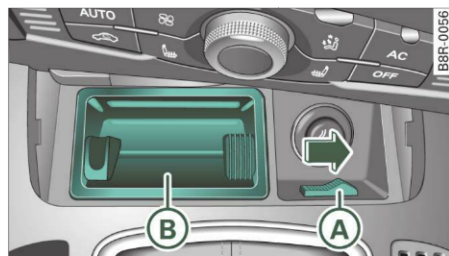

Fig. 154 Consola centrală față: Scoaterea scumierei
- Pentru a ajunge la mecanismul descuierii de urgență, scoateți scumiera **(B)** cu ajutorul comutatorului **(A)** ⇒ fig. 154.